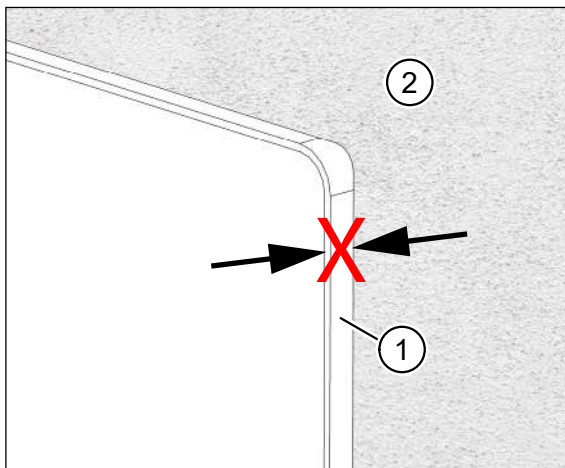

Abb. 33: Putzrahmen steht über Putz über
- Der Putzrahmen (Pos. 1 in Abb. 33) steht über den Putz (Pos. 2 in Abb. 33) über.